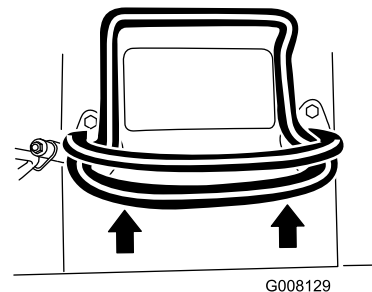
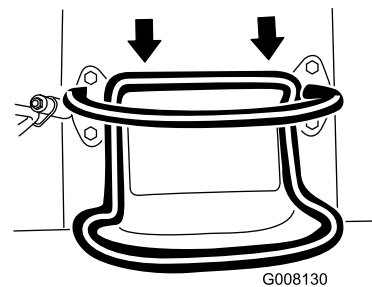

Figure 7
Figure 8
- Pour vous déplacer en marche avant, poussez la commande de déplacement en avant (Figure 7).
- Pour vous déplacer en marche arrière, tirez la commande de déplacement en arrière (Figure 8). **Regardez derrière vous lorsque vous faites marche arrière et gardez toujours les mains sur la barre de référence (Figure 7).**